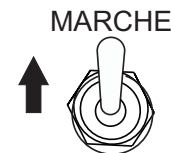

Figure 16. Interrupteur de fonctionnement (MARCHE)
4. Placer l'interrupteur de fonctionnement de la génératrice (Figure 16) en position **MARCHE**.